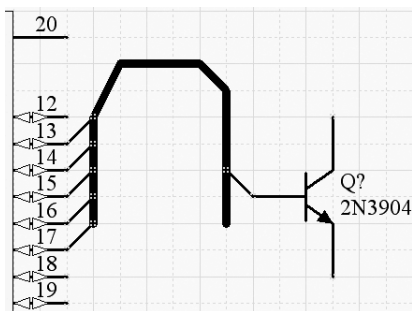

图 3-8 调整总线入口分支线的方向
- 2) 在导线与总线之间单击，即可放置一段总线入口分支线。同时在该命令状态下，按〈Space〉键可以调整总线入口分支线的方向，如图 3-8 所示。